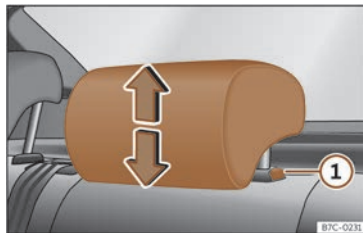

Fig. 89 Appui-tête arrière : réglage de l'appui-tête.
- Saisissez l'appui-tête des deux côtés avec les mains puis poussez-le vers le haut jusqu'à ce qu'il s'enclenche dans la position désirée. Pour le rabaisser, faites de même en appuyant sur le bouton latéral ① >>> fig. 89.